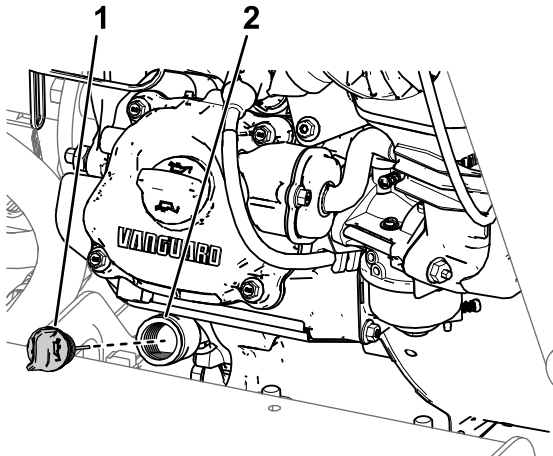

Figura 71
4. Retire la varilla del motor y limpie la varilla con un trapo limpio (Figura 71).
8. Apriete la varilla a mano en el cuello de llenado (Figura 71).